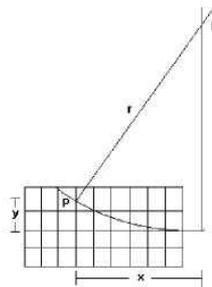

Fig. 3
- Für den Krümmungsradius  $r$  des abgelenkten Elektronenstrahls gilt wie aus Fig. 3 ersichtlich: daraus folgt: